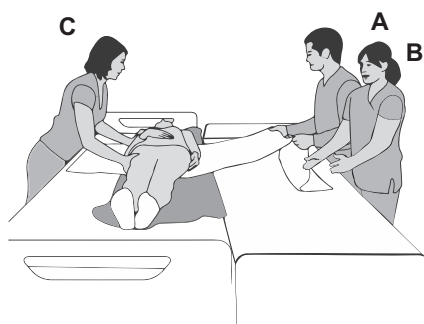

Figure 14
6. (Zorgverleners A en B) Trek tegelijkertijd aan het (steek)laken en beveilig de transfer door aan de ontvangende kant te gaan staan. **(See Figure 14)**